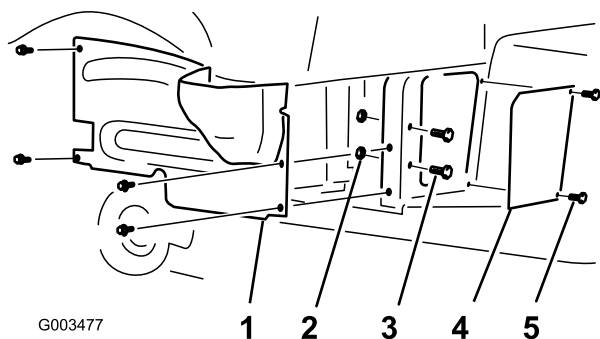

Figura 1
2. Retire los 4 tornillos con arandela prensada que sujetan la cubierta de la rueda derecha al bastidor (Figura 1).
4. Retire los 2 tornillos, 2 pernos, 2 arandelas y 2 tuercas que sujetan la rejilla al bastidor (Figura 1).